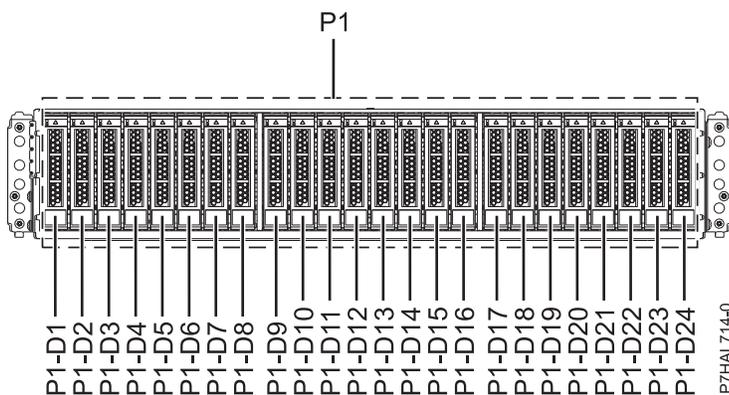
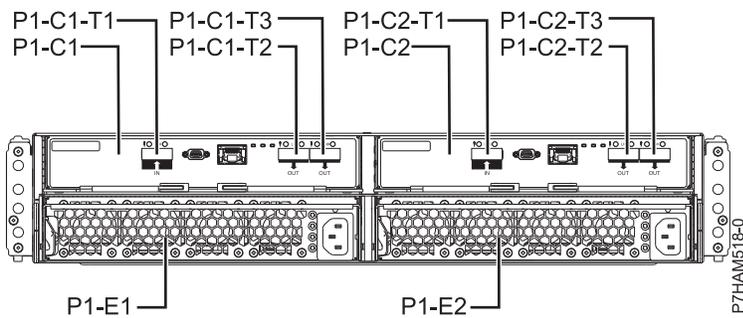

Abbildung 21. Vorderansicht des Plattenlaufwerkgehäuses 5887 mit den Positionen der Plattenlaufwerke
Abbildung 22. Rückansicht des Systems 5887 Plattenlaufwerkgehäuse
2. Ermitteln Sie das Teil und das Gehäuse, an dem Sie arbeiten möchten. Die Steckplätze für Plattenlaufwerke und Solid-State-Laufwerke befinden sich an der Vorderseite des Gehäuses. Abb. 21 und Abb. 22 auf Seite 23 zeigen die Vorder- und Rückansicht des Plattenlaufwerkgehäuses 5887 sowie die Position der Plattenlaufwerke im 5887 Plattenlaufwerkgehäuse.